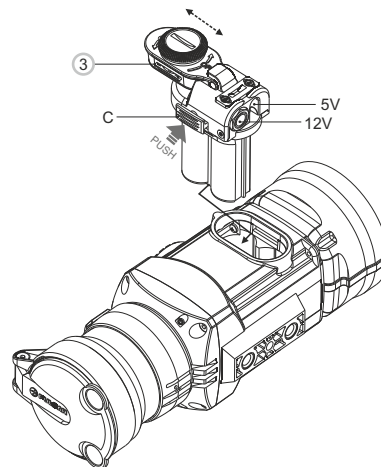

Abb. 3
- Stecken Sie den Adapter in den Batteriebehälter des Monokulars (s. Abb. 3) ein. Vergewissern Sie sich, dass die Klinken (C) des Adapters beideseitig geschlossen wurden.
- Befestigen Sie den Deckel (3) auf dem Adapter (s. Abb. 3).
- Schalten Sie das Gerät ein, indem Sie die Taste „ON/OFF“ (10) kurz drücken.